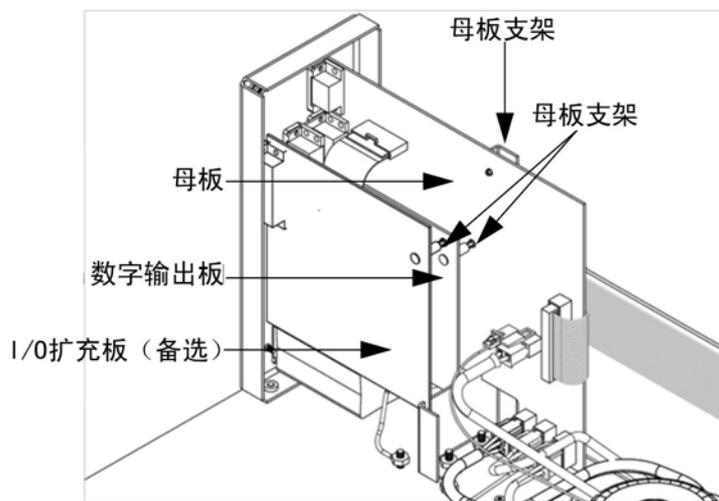

图 7-20 更换 I/O 扩充板（备选）
使用下述程序更换可选用的 I/O 扩充板（图 7-20）
3. 去除将 I/O 扩充板连接器固定在后面板上的两个拉线钉（图 7-20）